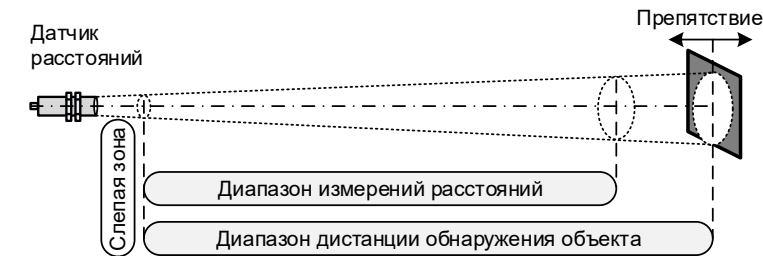

Рисунок 1 – Рабочие диапазоны датчика
4.1 Принцип работы датчика основан на контроле времени прохождения луча ультразвуковой волны от излучателя до препятствия и обратно (рисунок 1), при этом расстояние определяется по формуле $L = v \cdot t / 2$, где: